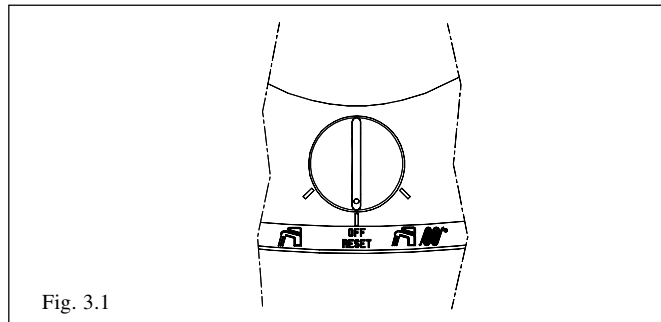

Fig. 3.1
In caso di assenze temporanee (fine settimana, brevi viaggi, ecc.) posizionare il selettore di funzione (Fig. 3.1) su ○ SPENTO.
- posizionare il selettore di funzione (Fig. 3.1) su ○ SPENTO;